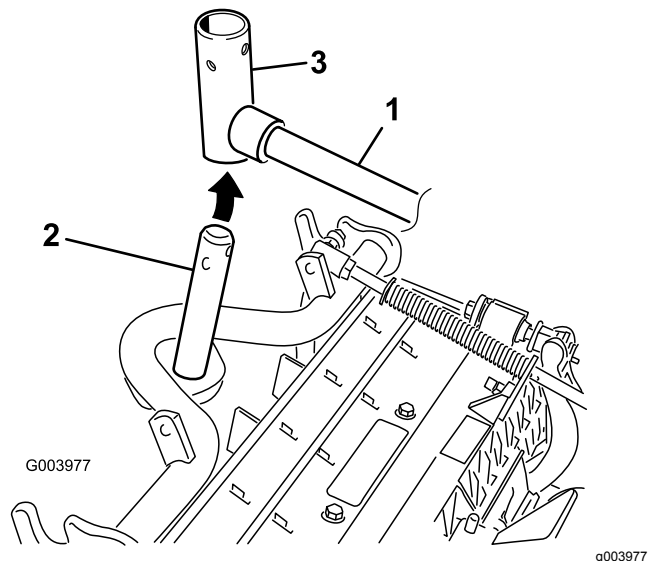

Bild 11
8. Frontschneideeinheiten: Schieben Sie eine Schneideinheit unter den Hubarm und schieben Sie gleichzeitig die Trägerschienenwelle in das Gelenkjoch des Hubarms (**Bild 11**).
- B. Setzen Sie das Hubarmjoch in die Trägerschienenwelle ein (Bild 11).